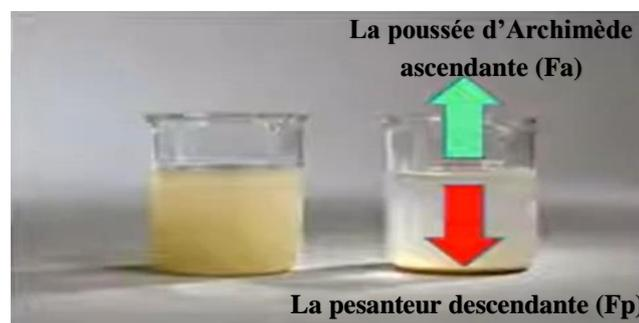

Figure 3. Force s'exerçant sur une particule en suspension dans un liquide.
- La force de la pesanteur descendante (F_p) (Fig.3).